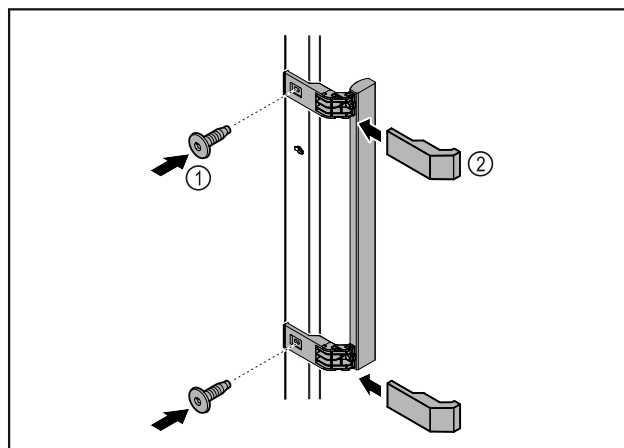

Fig. 9
- Montoni dorezën nga paketa së bashku me vidat e ofruara Fig. 9 (1) në derë.
- Vendosni kapakun mbulues Fig. 9 (2).